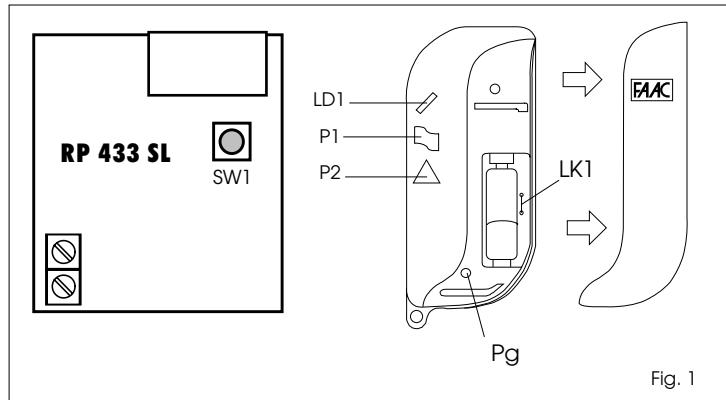

Fig. 1
- 1) Aprire l'involucro del trasmittitore, facendo slittare il coperchio come indicato in fig.1, per accedere al pulsante di generazione del codice (Pg).